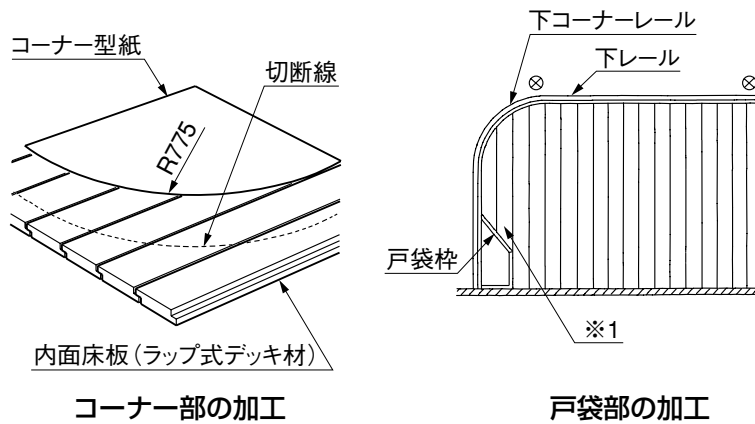

図4-2
- 戸袋内収納の場合は、図4-2のように戸袋枠に合わせて切断してください。（※1）